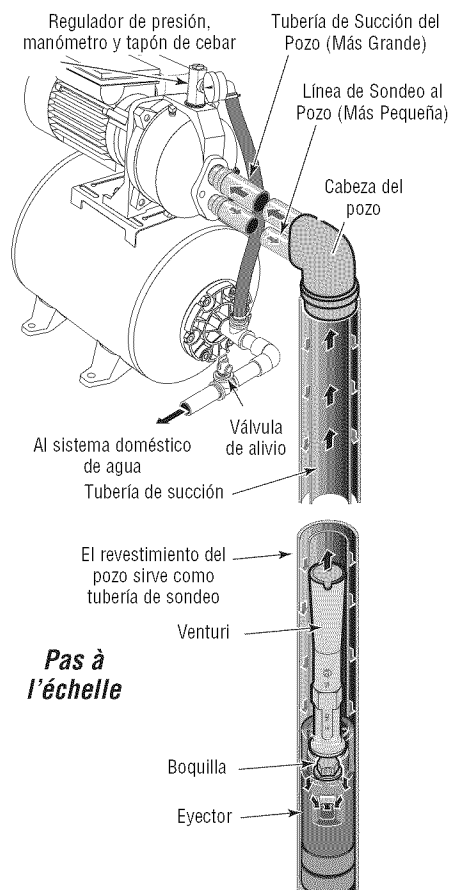

Figura 10 : 2 pulg. (Tubo Sencillo) Pozo Profundo
Pozo de 2" (Figura 10)
- Paso 3. Ensamble el juego del eyector, la tubería del pozo y el adaptador de cabeza del pozo de acuerdo con las instrucciones que vienen incluidas en el paquete del eyector. Vea la Figura 10. Utilice tubo galvanizado de caída con juntas invertidas para lograr un flujo adecuado. Siga las instrucciones incluidas en el kit para ajustar la boquilla y el venturi a las condiciones de su pozo.